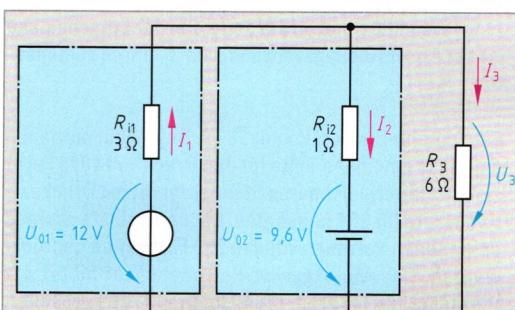

Bild 4: Überlagerung
5. Berechnen Sie aus der Schaltung **Bild 4** a) I_3 , b) U_3 .
6. Welchen Strom I_1 gibt das Netzgerät in der Schaltung von **Bild 4** ab?
7. a) Berechnen Sie in der Schaltung **Bild 4** den Strom I_2 durch R_{12} . b) Wird der Akkumulator aufgeladen oder entladen? (Begründung!)
8. Bei welchem Laststrom I_3 und welchem Lastwiderstand R_3 in der Schaltung **Bild 4** ist der Akkumulator stromlos?
9. Bei welchem Laststrom I_3 und welchem Lastwiderstand R_3 in Schaltung **Bild 4** ist der Ladestrom des Akkumulators gleich dem Laststrom?
10. Bei welchem Laststrom I_3 und welchem Lastwiderstand R_3 in Schaltung **Bild 4** stammt die Hälfte des Laststromes aus dem Netzgerät?